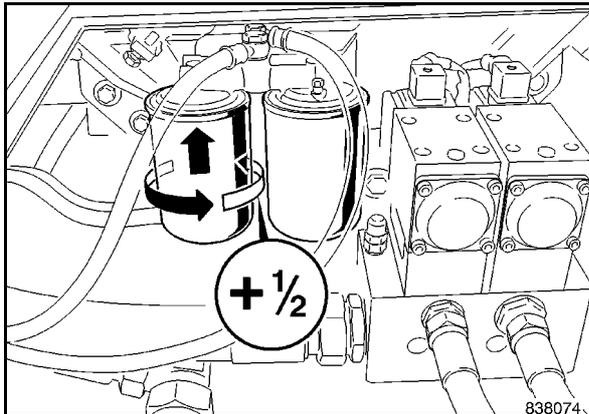

Fig. 158
- Avvitare a mano le nuove cartucce (Fig. 158) fino a quando la guarnizione aderisce.